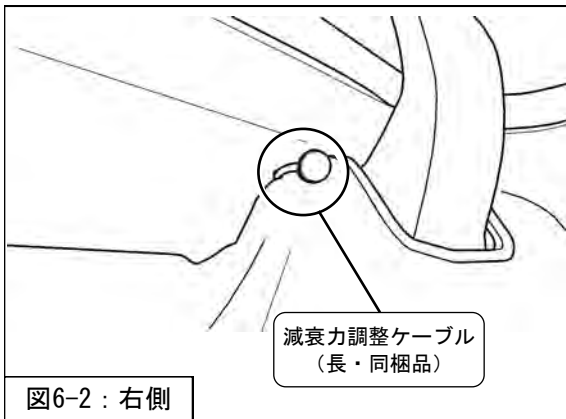

図6-2：右側
4. トランク内装の間からケーブルを出してください。(図6-2・図6-3)